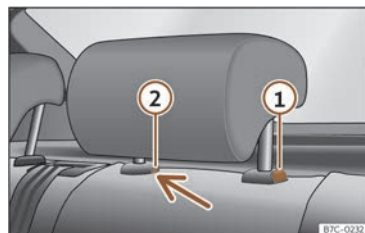

Fig. 99 Repousacabezas traseiro: desmontaxe.
- Prema a tecla >>> **fig. 99 ①**, apertando á vez polo orificio do seguro ② cun desparafusador plano de máximo 5 mm de anchura e retire o repousacabezas.